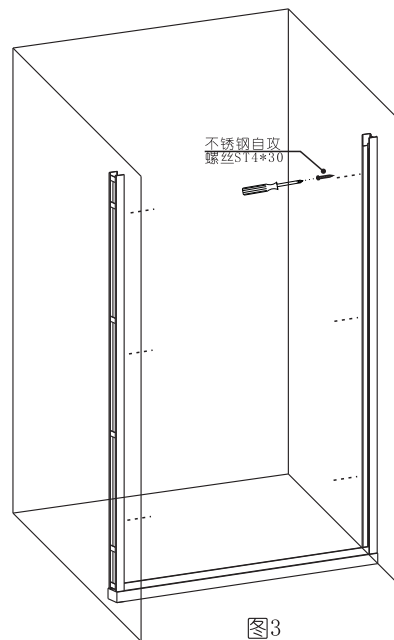
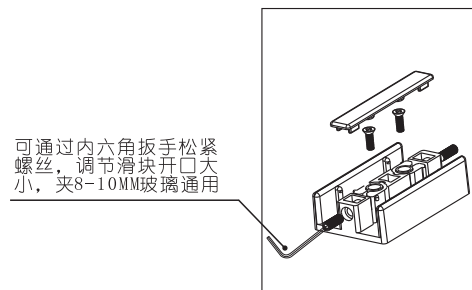
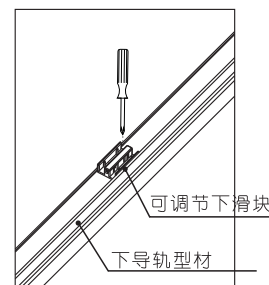

图3
图3-2
图3-1
4. 先将与“可调节下滑块”与“下导轨”用螺丝固定，注意可以用内六角扳手调节滑块卡口大小，使玻璃滑动流畅（如图3-1、图3-2所示），之后将下导轨放在石基上，将左右两根“边柱型材”卡入下导轨，再用ST4\*30螺丝固定（如图3所示）。